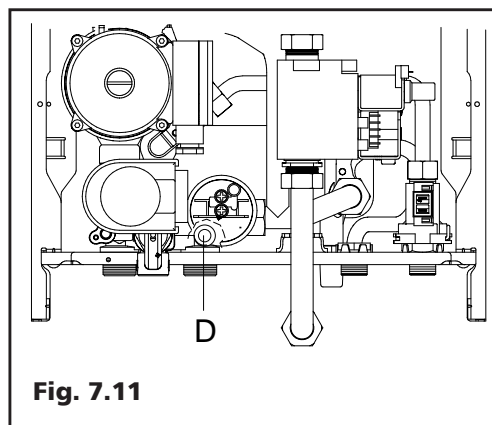

Fig. 7.11
- collegare un tubo di gomma al rubinetto di svuotamento (D) (Fig. 7.11);